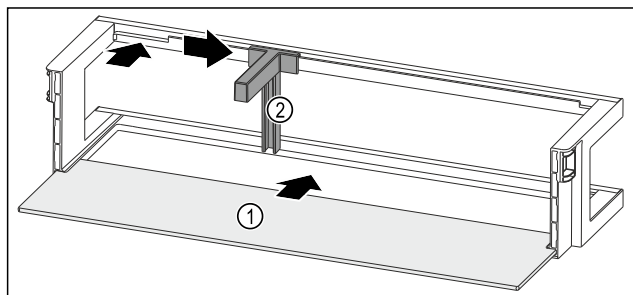

Fig. 206 Dørhylde med hylde
- Skub hylden Fig. 206 (1) ind i udsparingerne i siden.
- Indsæt flaskeholderen Fig. 206 (2) i udsparringen.
- Skub flaskeholderen Fig. 206 (2) til siden til den ønskede position.